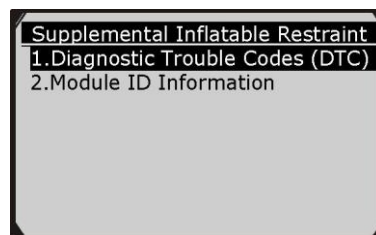

Рисунок 6-8
7) Для ознакомления с диагностическими кодами неисправностей или идентификационной информацией модулей выберите параметр **Supplemental Inflatable Restraint** [Система пассивной безопасности] или **Electronic Brake Control Module** [Блок управления электрическим тормозом], используя кнопки прокрутки **вверх/вниз**. После этого нажмите **кнопку ОК**. См. рисунок 6-8.